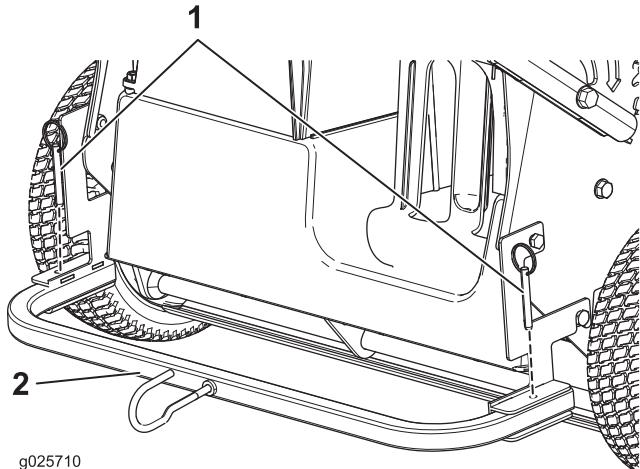

Figura 2
- Coloque el bastidor en el soporte con el gancho hacia arriba, y sujetelo al soporte con 2 pasadores de muelle (Figura 2).